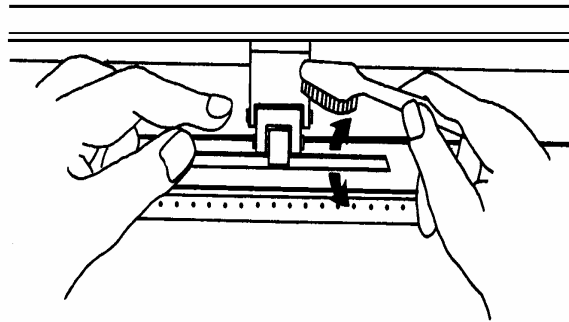

Abb. 5-1
- Verwenden Sie eine Bürste (Zahnbürste, Messingbürste), um Staub und Schmutz von der Trommeloberfläche zu entfernen. Rollen Sie die Trommel während der Reinigung (siehe auch Abb. 5-1).